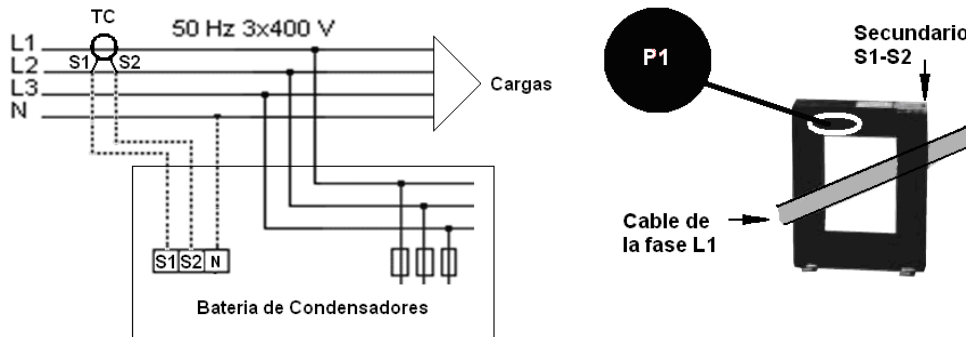

Fig. 5-1 .- Colocación del transformador de corriente (TC) (externo)
5.3.5. Conexión del transformador de corriente (TC)
Es necesario colocar un transformador de corriente (TC) exterior a la batería de condensadores, midiendo la corriente total de la carga más la propia de la batería (ver Fig. 5-1).
El transformador estándar debe tener salida nominal de 5 A en el secundario. Es aconsejable conectar el TC a la fase L1 con el sentido de la corriente de P1 a P2 (ver Fig. 5-1) y conectar el secundario (bornes S1, S2) a los bornes del mismo nombre de la batería (ver Fig. 5-1).